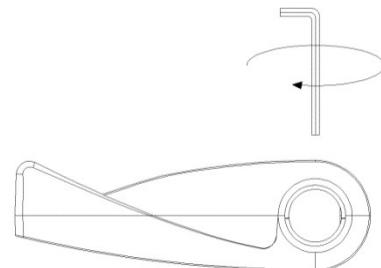

Figura 7
6. Controllare che il regolatore sia fissato in modo sicuro al radiatore (figura 7). Collegare il cavo d'alimentazione del regolatore alla rete conformemente alle norme e disposizioni vigenti nel paese d'installazione.